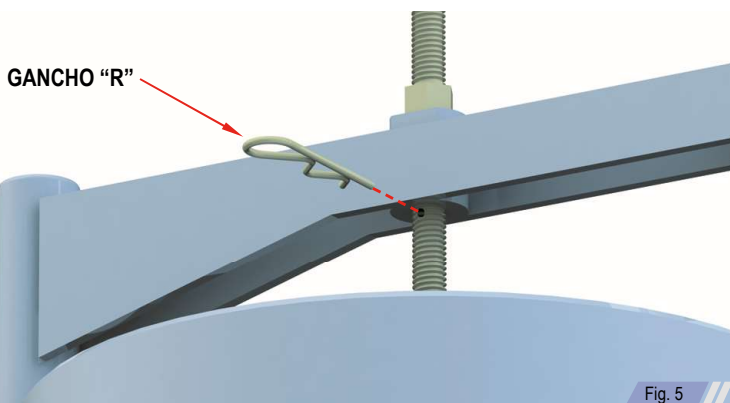

Fig. 5
1. **Retirar el gancho "R"** que bloquea el esparrago de elevación. Ver fig. 5.